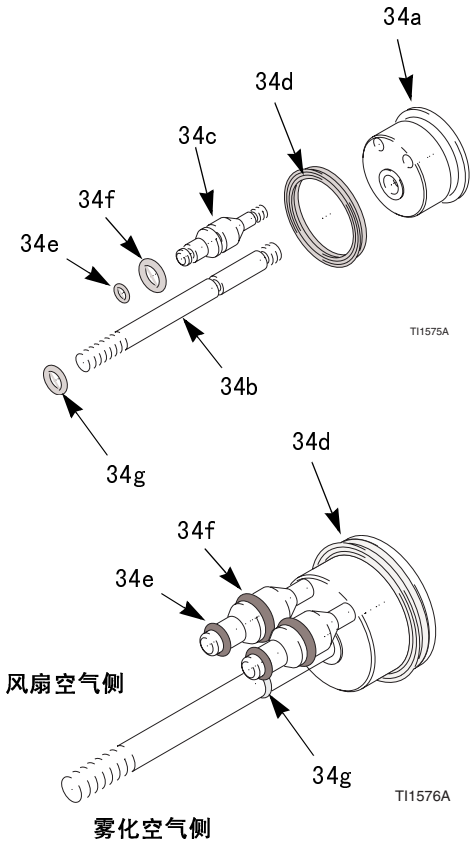

图 26. 活塞 O 形圈
- 5. 检查 O 形圈（ 34e、34f、34g ）和 U 形杯密封（ 34d ）损坏。请参见表 5 和图 26。